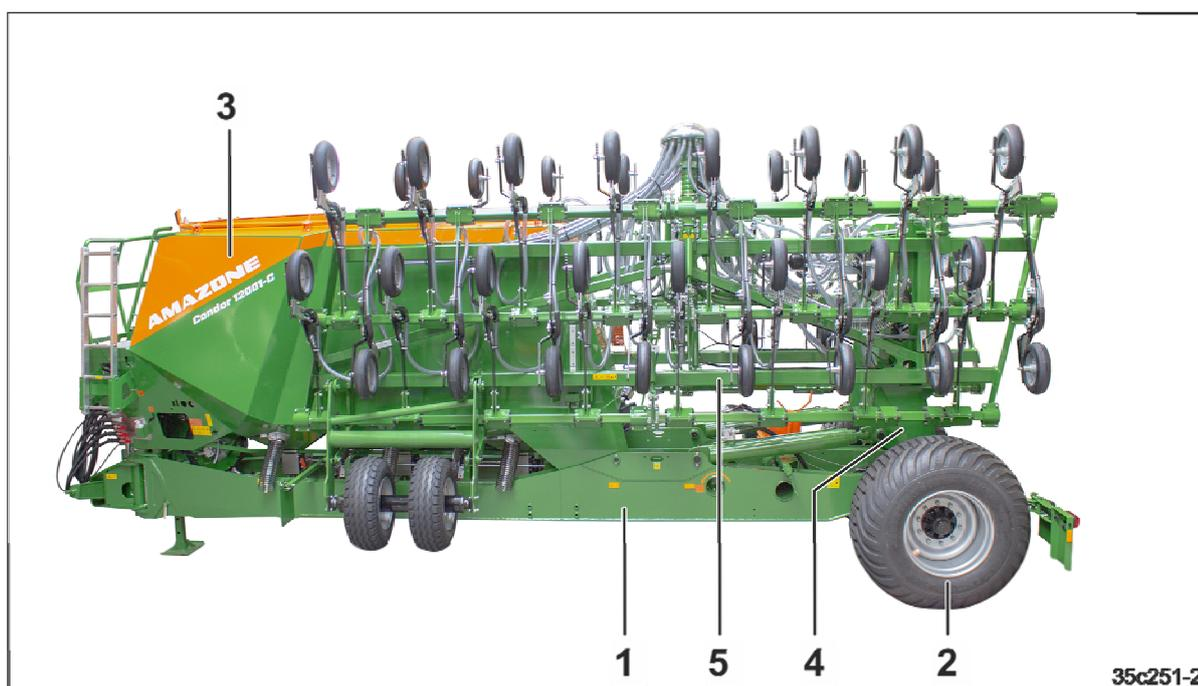

Рис. 38
- основную раму (Рис. 38/1) с ходовой частью (Рис. 38/2) и бункером (Рис. 38/3).
- складная задняя рама (Рис. 38/4)
- две консоли машины, складывающиеся для транспортировки (Рис. 38/5).